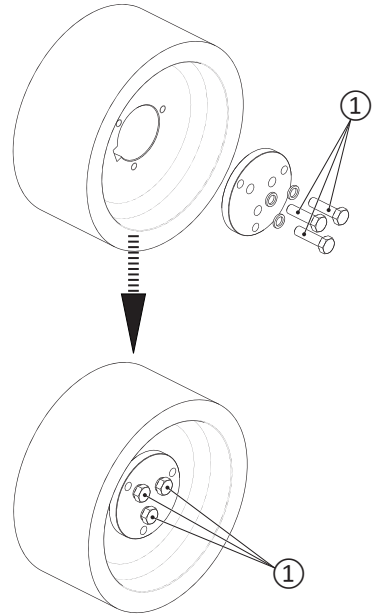

Figura 5
- Posizionare la piastra di fissaggio, grower e bulloni come rappresentato in "Figura 5".
- Serrare i bulloni ① in modo circolare con una coppia di serraggio pari a 130 Nm.
① VITI M14x50